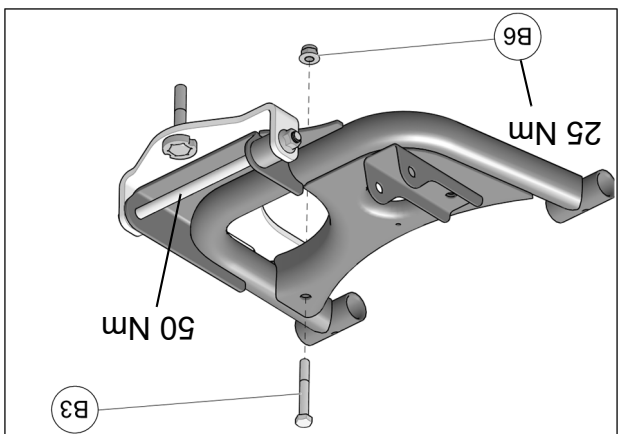

Fig. 9
8. Fixer l'extrémité de l'ancrage à l'aide du boulon M8 (B3) et l'écrou (B6). Serrer le boulon M8 (B3) à 25 N•m [18 lbs-pi] et le boulon M10 (B7) à 50 N•m [37 lbs-pi]. Voir la Fig. 9